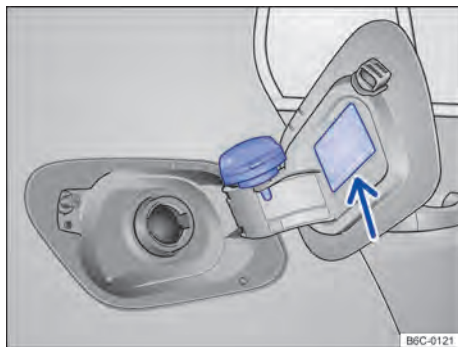

Fig. 163 Portinhola do tanque de combustível aberta com a tampa do tanque de combustível pendurada.
- Remover a tampa do tanque girando-a no sentido anti-horário e encaixá-la no suporte na portinhola do tanque → Fig. 163.